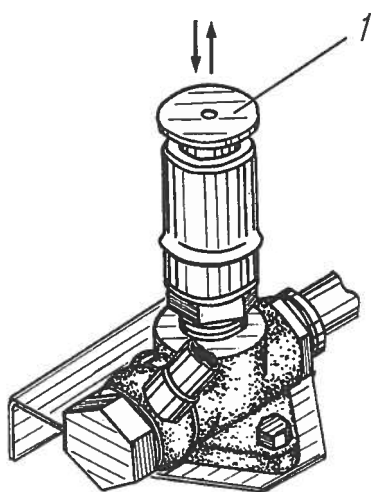

Рис. 15. Насос ручной топливоподкачивающий:
**Ручной топливоподкачивающий насос** установлен на правой боковине оперения. Для заполнения системы питания топливом и удаления из нее воздуха при неработающем двигателе отвернуть ручку 1 (рис. 15) против часовой стрелки до освобождения ручки из фиксированного положения и совершать возвратно-поступательное движение вверх-вниз. Закачав топливо вручную, утопить ручку и зафиксировать ее поворотом по ходу часовой стрелки до упора.